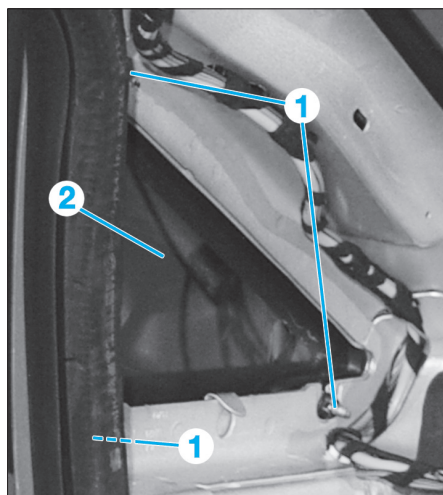

Fig. 70
- Déposer les trois écrous (1) de fixation de la custode avant (2) (Fig.70).